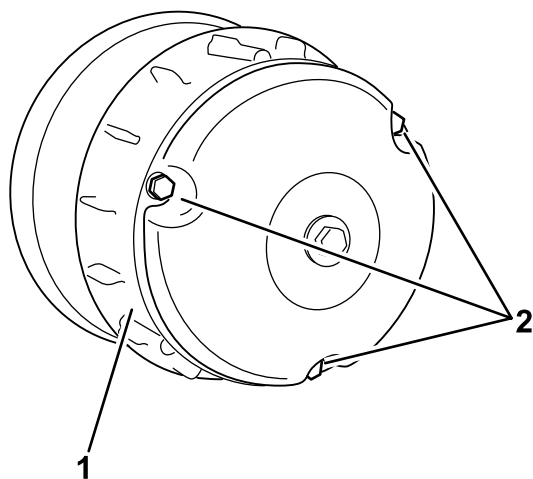

Figure 60
- Retirez les 3 boulons qui fixent le couvercle de l'embrayage et déposez le couvercle (Figure 60).
4. Posez le couvercle d'embrayage et fixez-le avec les 3 boulons (Figure 60) que vous avez retirés à l'opération 2.